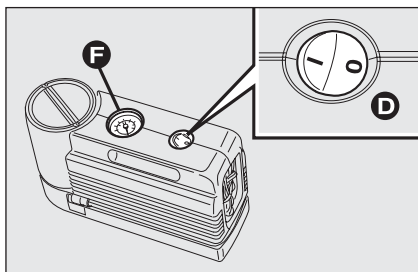
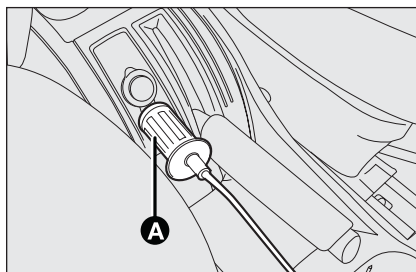

fig. 6
fig. 7
- asegurarse que el interruptor **D** fig. 6 del compresor esté en posición **0** (apagado), encender el motor, conecte el enchufe **A**-fig. 7 en el encendedor y accione el compresor colocando el interruptor **D** en posición **I** (encendido). Infle el neumático a la presión establecida en el apartado "Presión de inflado", capítulo "Datos técnicos".